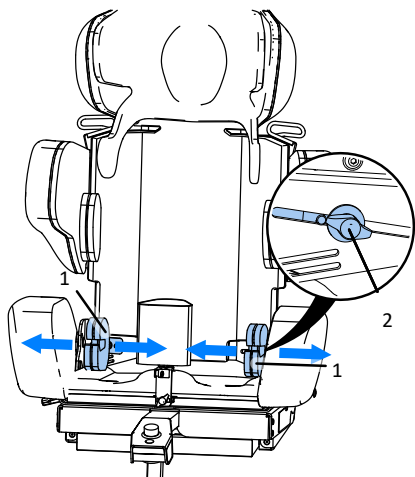

Abb. 19
11.4 Einstellung der Hüftstützen (Abb. 19)